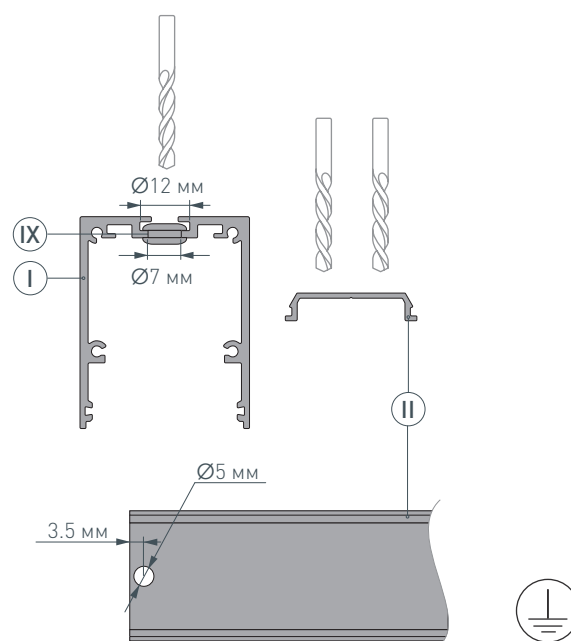

Рис. 1. Подготовка отверстия для вывода кабеля на основании для светодиодной ленты **Ⓜ**. Вид сверху
- 1** / Просверлите два отверстия $\varnothing 12$ мм и $\varnothing 7$ мм в профиле **Ⓘ** для вывода сетевого кабеля, а также для установки клемм заземления профиля и блока питания. Затем просверлите отверстие $\varnothing 5$ мм в основании для ленты **Ⓜ** для вывода кабеля питания светодиодной ленты, как показано на рис. 1. **Установите клеммы заземления профиля и блока питания.** Установите в профиле **Ⓘ**, в отверстие для сетевого кабеля силиконовую муфту **Ⓣ**.